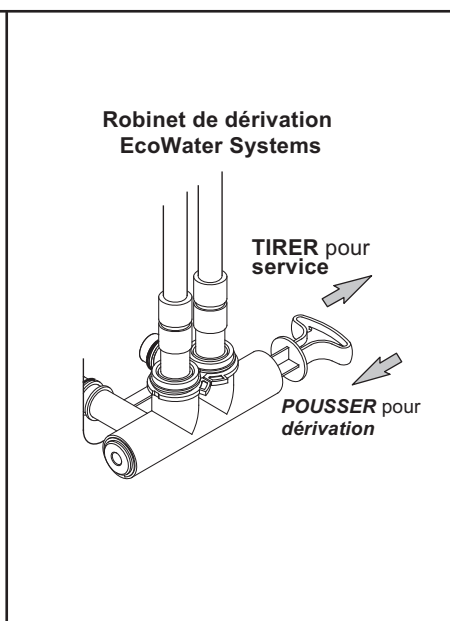

FIG. 7
b. Mettez le ou les robinets de dérivation en position de **dérivation** (cf. les Figures 7 et 8).
j. Lancer une régénération : À partir d'un écran d'état dynamique, appuyez sur le sélecteur (O) pour afficher le **Menu principal**. Regardez si **Régénération** est mis en encadré, puis appuyez sur le sélecteur (O). Appuyez sur BAS (▼) pour passer à **Régénérer maintenant**, puis deux fois sur (O) : vous devriez entendre le démarrage du moteur de la vanne (début de la régénération du conditionneur/de l'adoucisseur). Appuyez sur le bouton de DROITE (►) pour faire avancer la vanne en position de lavage à contre-courant (**contre-lavage**).